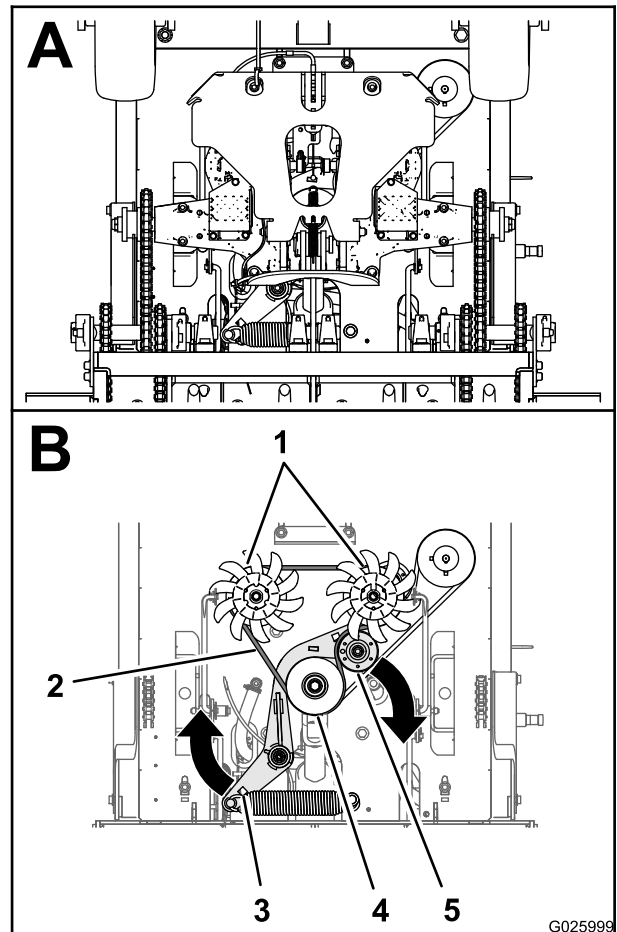

Figura 61
2. Introduzca una barra de expansión en el zócalo del soporte de tensión de la correa y mueva el soporte hacia afuera y hacia adelante (Figura 61).
3. Saque la correa de la transmisión nueva alrededor de las poleas del motor, tensor y de la transmisión (Figura 61).
4. Pase la correa nueva alrededor de las poleas del motor, tensor y de la transmisión, según se muestra en Figura 61.
5. Libere el soporte de tensión de la correa y deje que el muelle tense la correa (Figura 61).